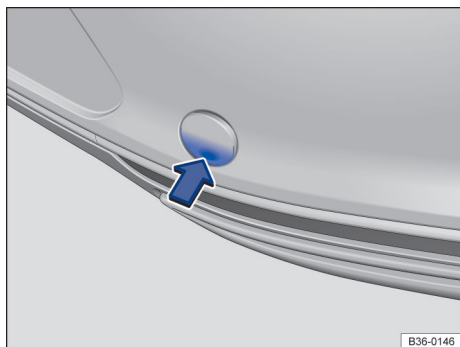

Fig. 234 No para-choque traseiro à direita: remover a cobertura.
- Pressionar na área inferior da cobertura no sentido da seta para soltar o encaixe da cobertura → Fig. 234.